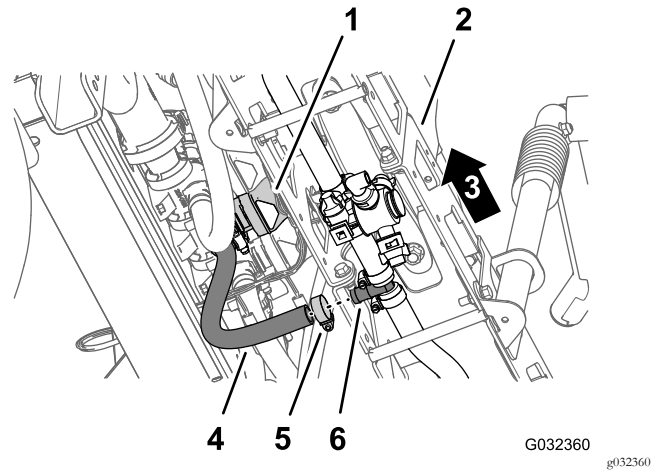

Figura 43
5. Sotto la sezione della barra centrale, rimuovete la fascetta stringitubo che fissa il flessibile di alimentazione per la sezione delle barre al raccordo a T dentellato (Figura 43).